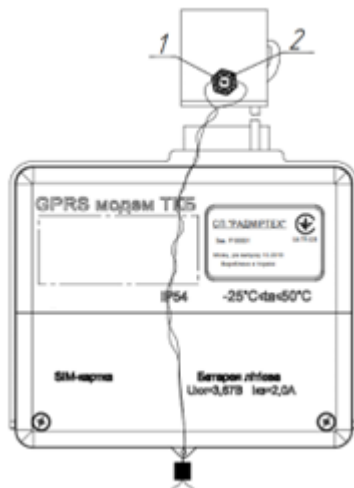

Рисунок 4 – Місце пломбування GPRS модему ТКБ-CAMГАЗ, ТКБ-Pietro Fiorentini
- вставити пломбувальний гвинт рис. 4 поз.1 в отвір на рахунковому механізмі лічильника до клацання;
- закрутити пластикову корончасту гайку рис.4 поз.2 на пломбувальному гвинті поєднавши проріз гайки з отвором в гвинті;